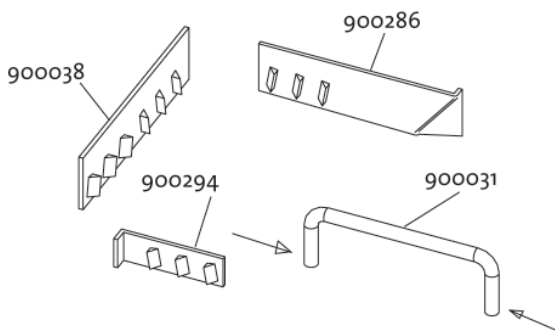

Fig. 4
2. **Verwendung der Fußschrauben:** Wenn der Ofen direkt auf einem Blech aufgestellt wird, müssen die Fußschrauben verwendet werden. **Diese Schrauben sind bereits an der Bodenplatte befestigt (siehe Abb. 4).** Am freien Ende der Schrauben müssen die Sockelplatten angebracht werden (siehe Abb. 4).
9. Legen Sie den Einsatz vorsichtig auf den Rücken, und befestigen Sie die Beine. Befestigen Sie die Teile, wie in Abb. 4 dargestellt.
Hinweis: Ziehen Sie die Verbindungsstücke genau 30 mm heraus. Entfernen Sie die Schrauben (M10) der Füße von den Verbindungsstücken (Abb. 4 A).